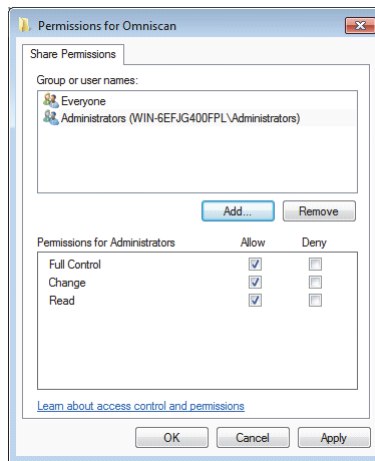

图 7-31 Omniscan 的权限对话框 (Windows 7)
10. 在 **Permissions for Omniscan** (Omniscan 的权限) 对话框中, 点击 **Add** (添加) (参见第 220 页的图 7-31)。